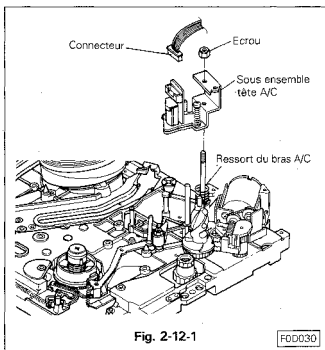

Fig. 2-12-1
2-12-1 DEMONTAGE (Voir Fig. 2-12-1 et 2-12-2)
2-12-2 REMONTAGE (Voir Fig. 2-12-1 à 2-12-3)
- Remettre le sous-ensemble A/C sur son axe tout en tournant le ressort A/C de bras de 60° dans le sens contraire des aiguilles d'une montre. (Voir Fig. 2-12-1)
- Resserer l'écrou de fixation du sous-ensemble A/C de manière à ce que la base soit environ à 7mm au-dessus de la platine mécanique. (Voir Fig. 2-12-1)